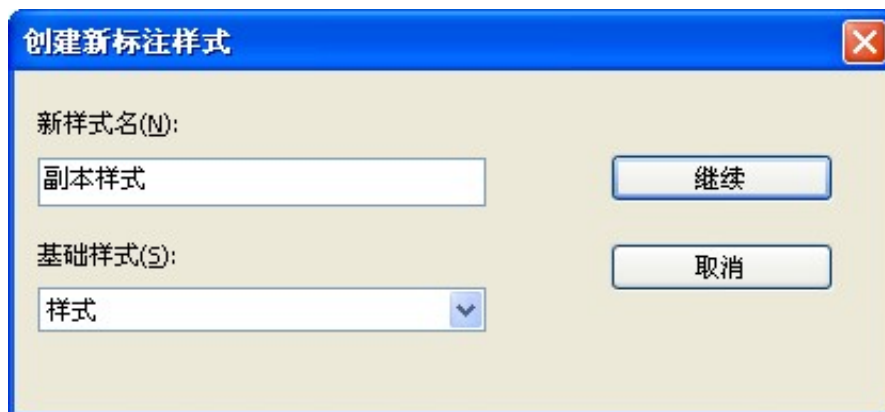
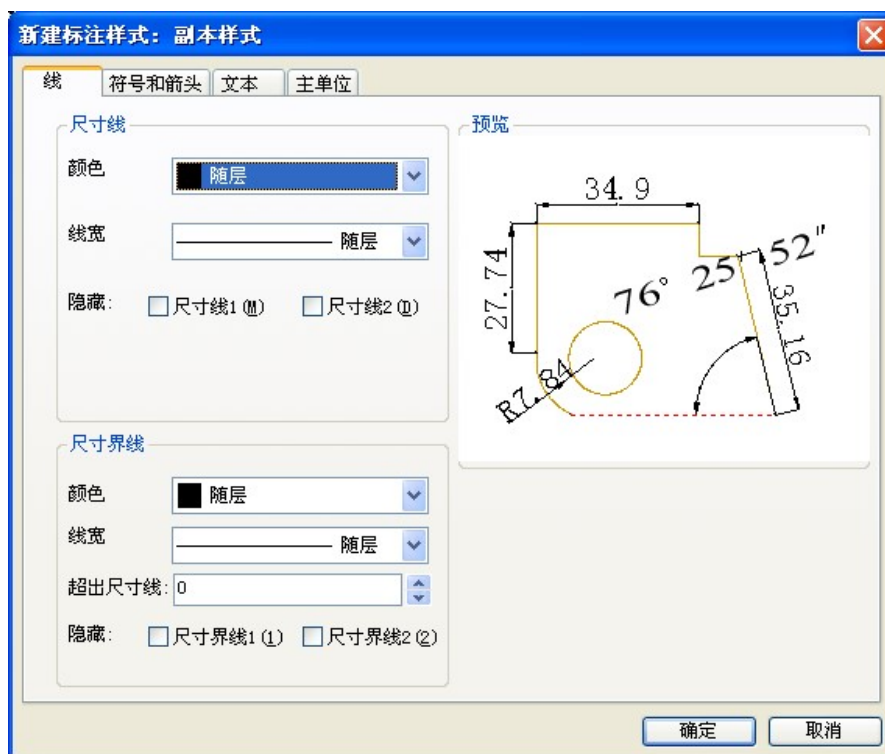

图 6-60 创建新标注样式
图 6-61 设置标注样式
点击“新建”按钮，系统弹出如图 6-60 所示创建新标注样式对话框，在“新样式名”处输入样式名称，点击“继续”，系统弹出如图 6-61 所示标注样式设置对话框。可以对标注的尺寸线、符号和箭头、文本及主单位进行设置。
(1) 点击“线”进入标注尺寸线设置界面，如图 6-61 所示，可对尺寸线及尺寸界线的颜色、线宽及是否隐藏进行相应的设置。右侧预览窗口可实时显示所做的设置。
可对已创建的标注【样式】进行修改保存, 点击【修改】按钮, 系统弹出如图 6-61 所示的对话框。可对已有标注样式中的尺寸线、符号和箭头、文本及主单位分别进行修改, 完毕后点击【确定】即可完成样式的修改。